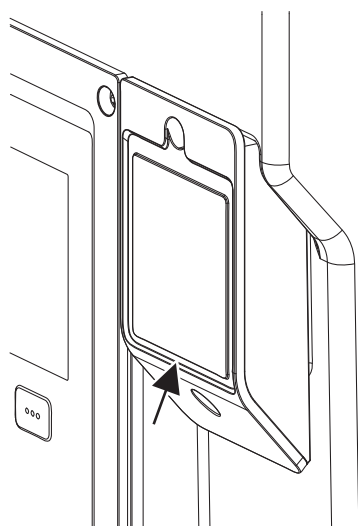

Fig. 27: Kryt modulu Wilo-Smart Connect BT
1. Uvolněte šrouby krytu modulu Wilo-Smart Connect (Fig. 27) a kryt otevřete.
Kvůli své konstrukci může být modul Wilo-Smart Connect BT zasunut jen jedním směrem. Není nutné žádné další upevnění modulu. Kryt modulu Wilo-Smart Connect (Fig. 27) na vrchním díle elektronického modulu pevně drží modul v rozhraní.